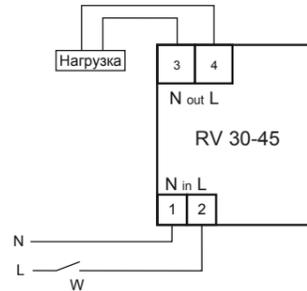

Рис. 2: схема подключения нагрузки мощностью не превышающей мощности, указанной в п. 4 паспорта
7.2. Если мощность нагрузки не превышает мощности, указанной в п.4 паспорта, подключите нагрузку к изделию согласно рис.2. Для этого используйте одножильный или многожильный провод с двойной или усиленной изоляцией сечением, соответствующим мощности нагрузки. Переменное фазное напряжение подается на контакты 1 и 2 изделия. Напряжение может подаваться через выключатель W или напрямую.